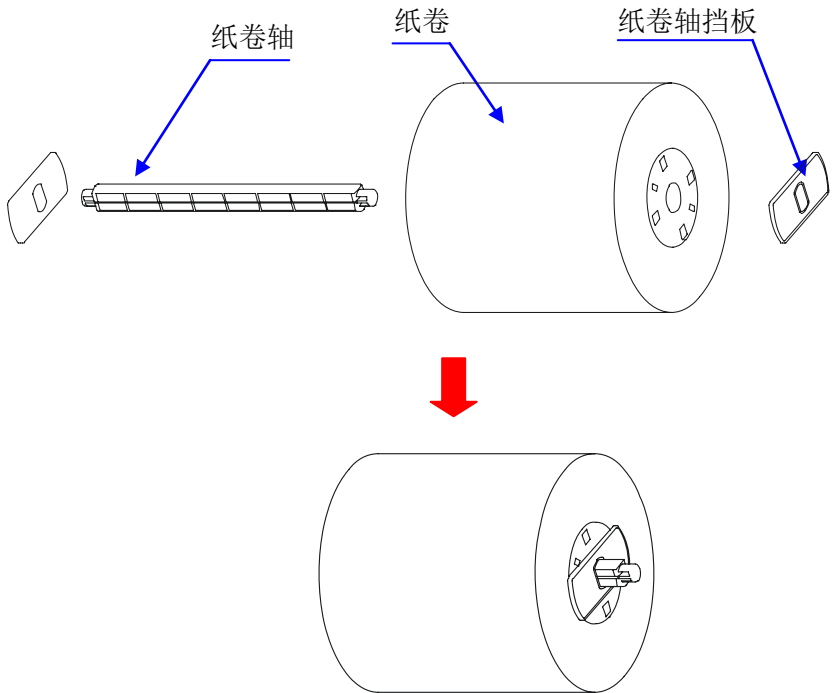

图 9-2
3. 把纸卷套入纸卷轴。(图 9-2)
4. 将两个纸卷挡板从两边套入纸卷轴, 光滑面朝向纸卷。(图 9-2)